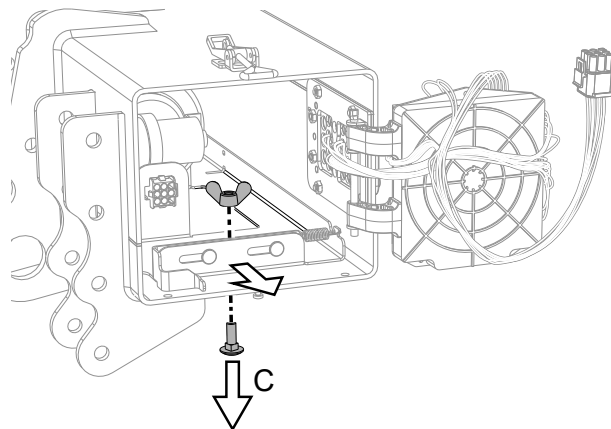
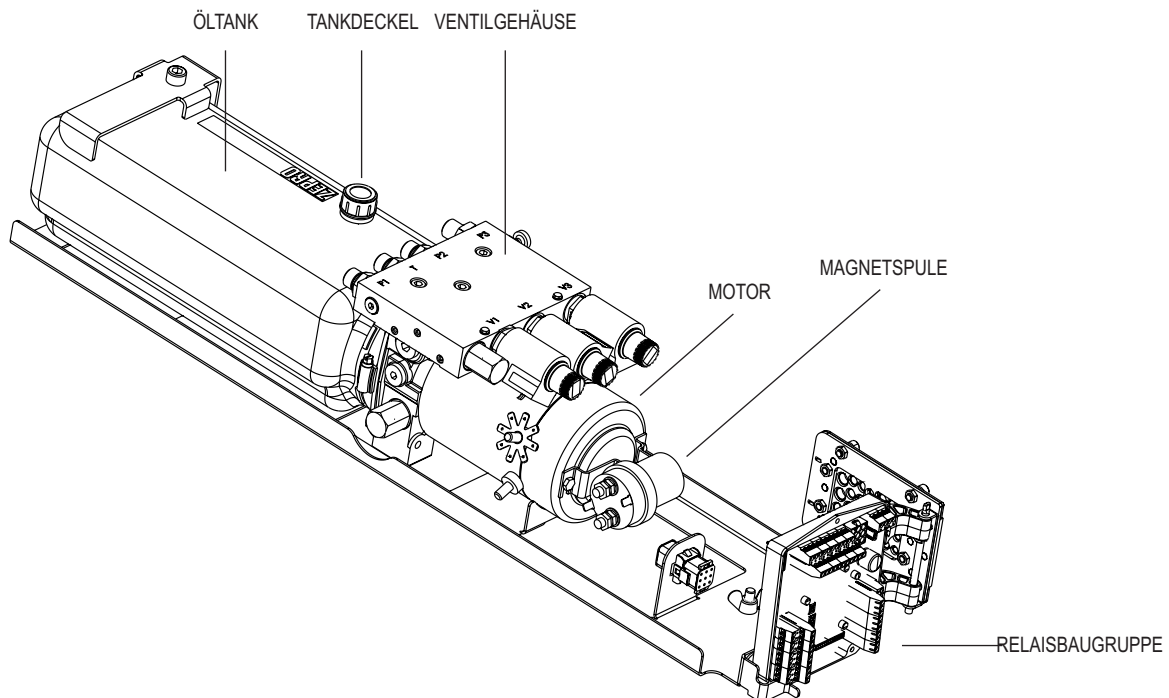

Abb.19. Entriegelung Hydraulikaggregat
Abb.21. Hydraulikaggregat und Relaiskarte
4. Das Hydraulikaggregat durch Abschrauben der Flügelmutter und der entsprechenden Schraube (C) lösen, siehe Abb.19 und das Hydraulikaggregat so weit herausziehen, bis der Tankdeckel zugänglich wird, siehe Abb.21.